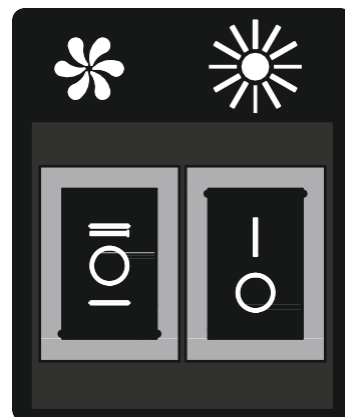

Рис.5
7.3 На боковинах корпусу розміщений **клавішний перемикач** режимів роботи і включення ламп освітлення (**рис.5**).